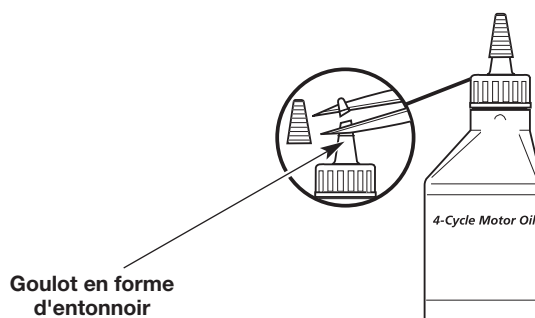

Fig. 4
2. Enlevez le bouchon de la bouteille d'huile. Coupez la pointe de l'entonnoir (Fig. 4).